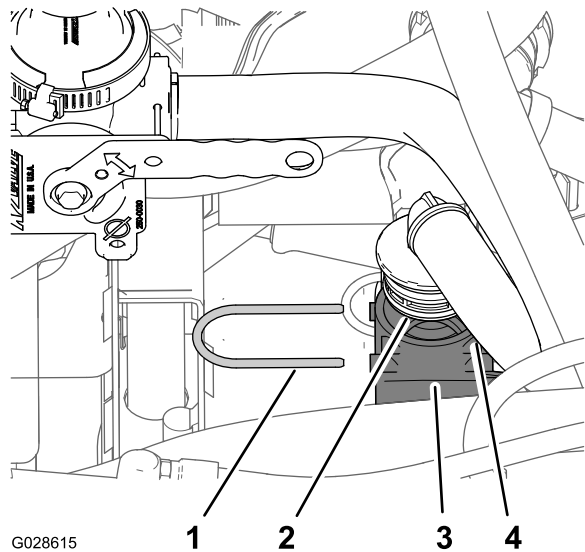

Figura 27
1. Insira a união roscada de 90° do tubo de distribuição do misturador na união em T inferior (Figura 27) que trabalhou no passo 2 de Preparação para instalar a válvula do misturador (página 11).
2. Fixe o encaixe 90° na união em T inferior com a fixação (Figura 27) que retirou em 2 Preparação para instalar a válvula do misturador (página 11).